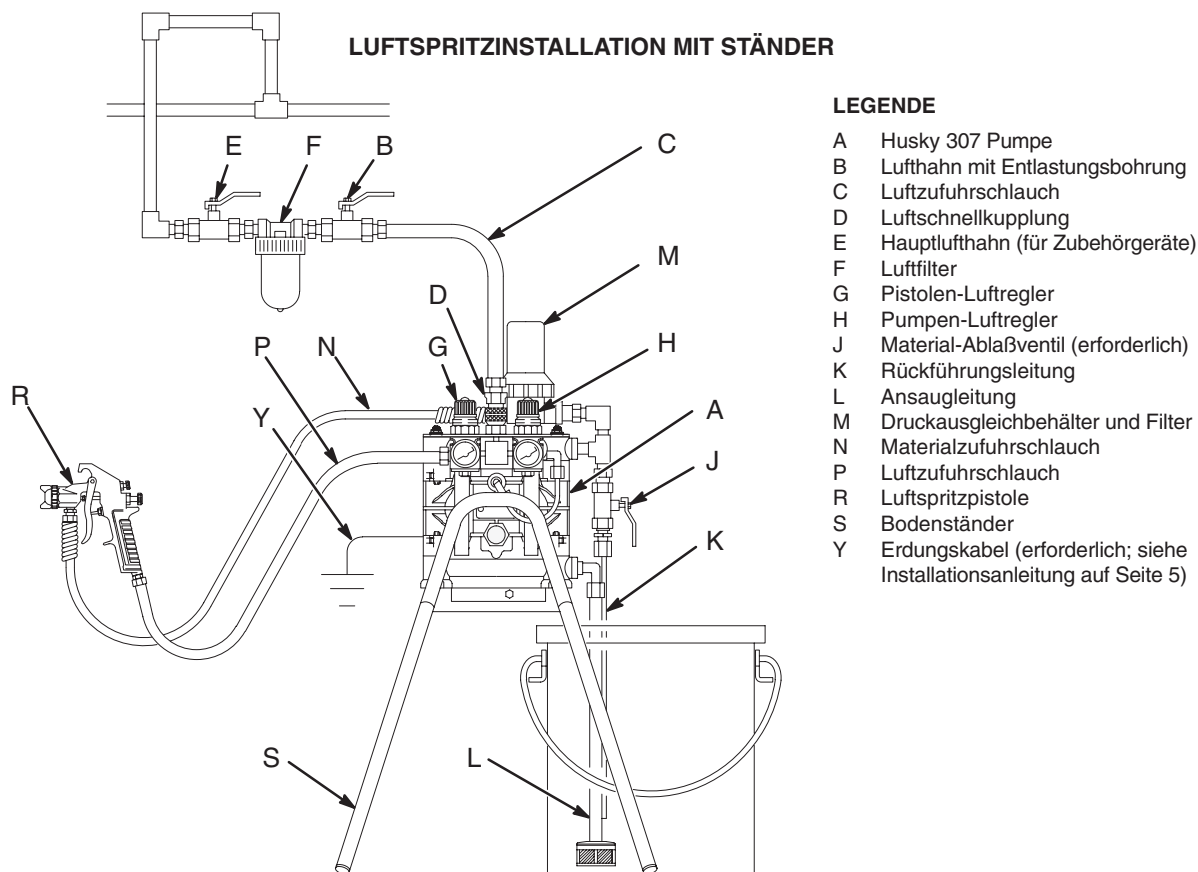
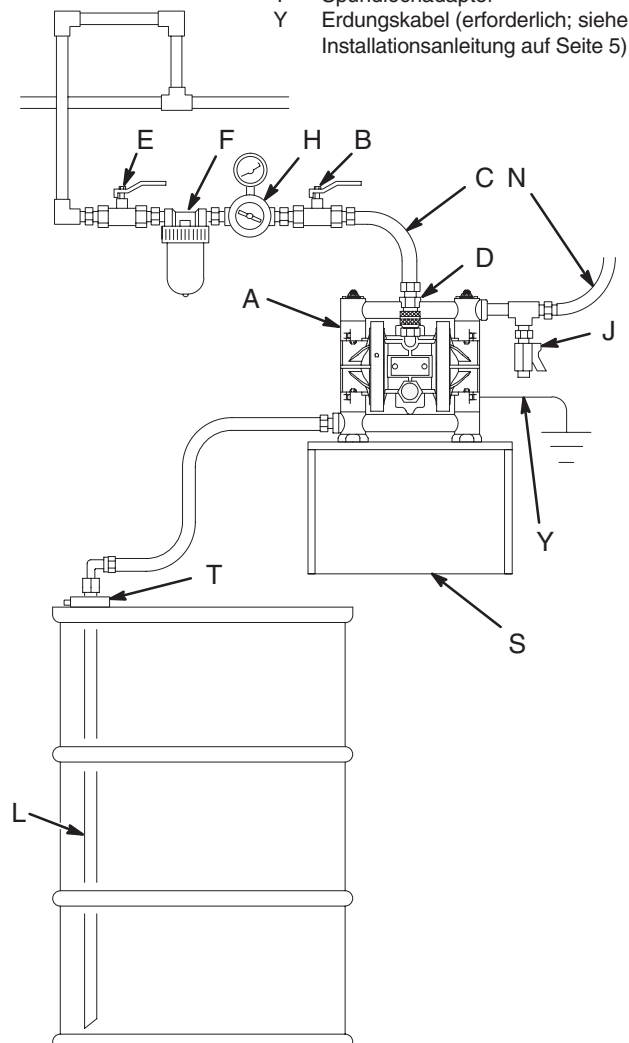

Abb. 4
Abb. 7
- Die in den Abb. 4 bis 7 gezeigten typischen Installationen stellen nur eine Richtlinie für Auswahl und Einbau von Anlagenbauteilen dar. Zur Planung von Systemen, die auf Ihre Bedürfnisse ausgerichtet sind, nehmen Sie bitte mit Ihrem Graco-Händler Kontakt auf.
- Die Husky 307 Pumpe kann in vielen verschiedenen Installationen verwendet werden, von denen einige in den Abb. 4 bis 7 dargestellt sind. Zum Anpassen der Pumpe an ein vorhandenes System können verschiedene Sätze bestellt werden. Siehe Produktdatenblatt für die Pumpe, Datenblattnummer 305528 (Acetalpumpen) oder 305543 (Polypropylenpumpen).
Werden leitende, brennbare Flüssigkeiten gefördert, muß das gesamte Materialsystem **immer** geerdet sein. Dazu muß das Materialsystem elektrisch mit einer guten Erde verbunden sein (siehe Abb. 4 bis Abb. 7). **Niemals** eine Polypropylen-Pumpe mit elektrisch nicht leitenden, brennbaren Materialien verwenden.
In der Anlage ist ein Lufthahn mit Entlastungsbohrung (B) erforderlich, um Luft abzulassen, die sich zwischen diesem Hahn und der Pumpe angesammelt hat. Siehe Abb. 4 bis Abb. 7. Angesammelte Luft kann zu unerwartetem Anlaufen der Pumpe führen, was schwere Verletzungen zur Folge haben könnte, einschließlich Spritzern in die Augen oder auf die Haut, Verletzungen durch bewegliche Teile oder Vergiftung durch gefährliche Materialien.
- Die Zubehörteile der Luftleitung wie in Abb. 4 bis Abb. 7 dargestellt installieren. Diese Zubehörteile an der Wand oder an einer Halterung befestigen. Sicherstellen, daß die Luftzuleitung zu den Zubehörgeräten geerdet ist.
Es ist ein Materialablaßventil (J) erforderlich, um den Schlauch im angeschlossenen Zustand druckentlasten. Siehe Abb. 4 bis Abb. 7. Das Ablaßventil vermindert das Risiko schwerer Verletzungen beim Druckentlasten, einschließlich Spritzern in die Augen oder auf die Haut oder Vergiftung durch gefährliche Materialien. Das Ventil in der Nähe der Materialauslaßöffnung an der Pumpe einbauen.
ABLUFTFÜHRUNG (Untergetauchte Installation dargestellt) Siehe Abb. 4 für Zubehörteile